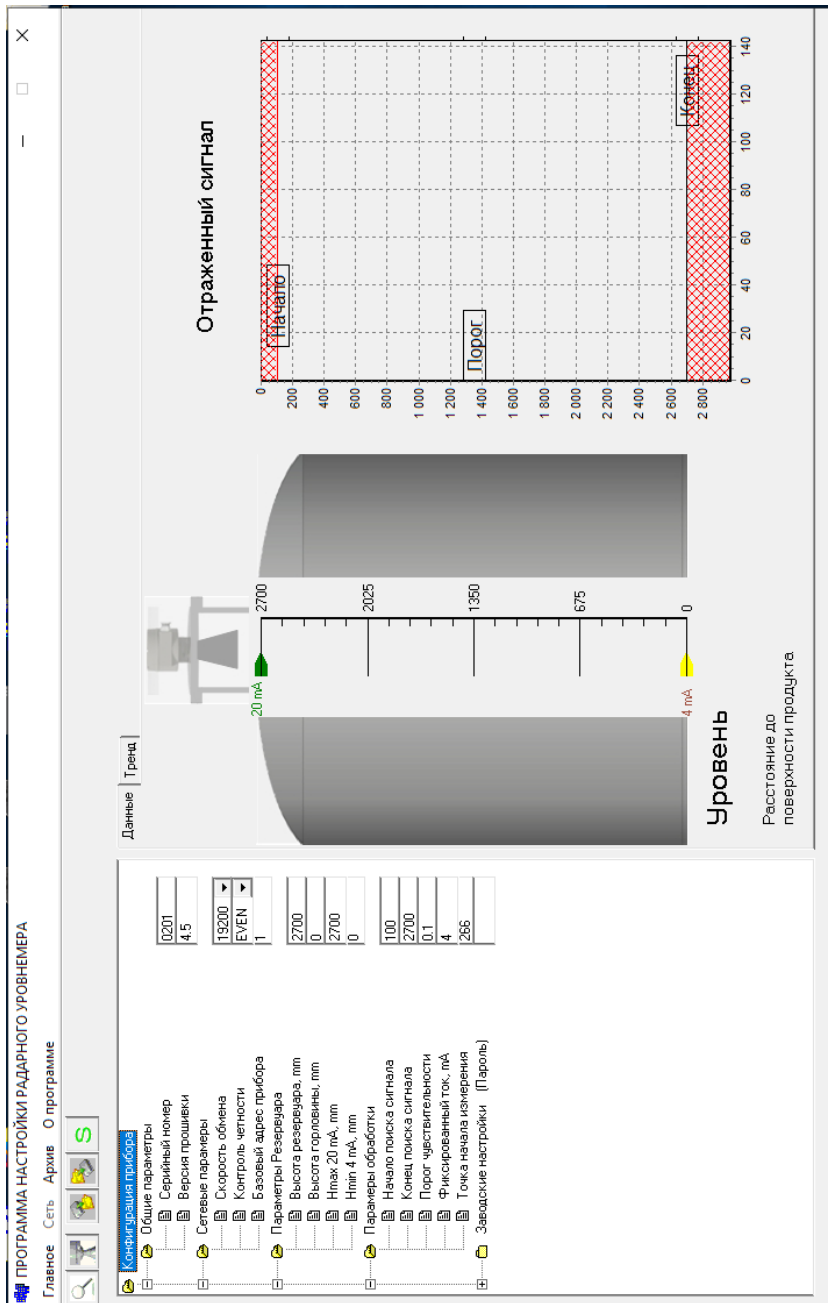

Рисунок 2.3 - Главное меню программы
2.4.1 Задание параметров конфигурации УР-31 осуществляется с помощью программы настройки (рисунок 2.3) в следующей последовательности.